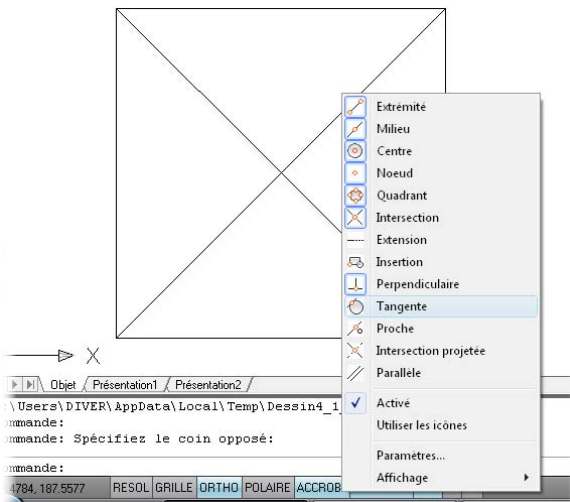

Figure 2.88
2. Pensez à activer l'option de tangence visible en mode Accroch. Pour cela, activez ce mode, cliquez du bouton droit sur ce mode et sélectionnez Tangente (voir Figure 2.88).